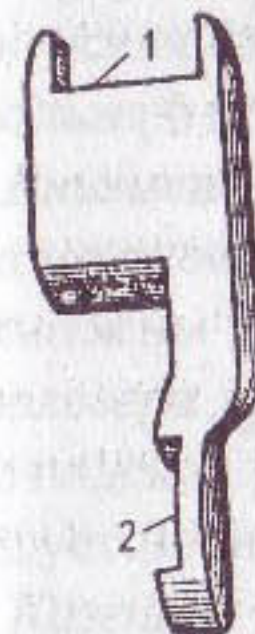

Рис. 29. Ползун:
*Ползун* — небольшая, но важная многофункциональная деталь (рис. 29, 30). Двигаясь в вертикальных пазах внутри рамки, она наезжает на скошенную заднюю часть головки казенника (см. рис. 32) и наклоняет его вперед, заставляя нажимать на шляпку гильзы, и запирает систему в таком положении, а при отпускании спускового крючка после выстрела нажимает на нижний выступ казенника и возвращает его назад (рис. 31). Ползун имеет верхний вырез для прохода бойка, снизу — выемку для коленчатого выступа спускового крючка (в солдатских несамовзводных револьверах ползун на задней поверхности имеет зуб, который, упираясь в соответствующий выступ курка, препятствует ползуну подниматься при нажиме на спуск).